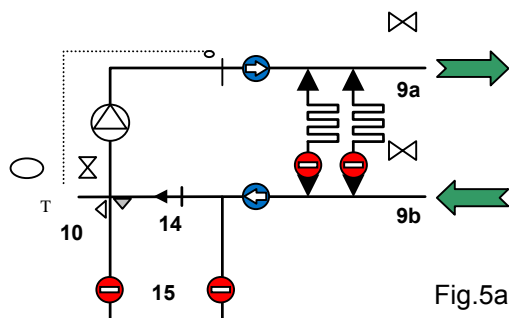

Fig. 5a
Remplissez ensuite le distributeur et le TempCo Floor Eco d'eau de chauffage selon la VDI 2035. Pour ce faire, vous devez raccorder le tuyau de remplissage (9b) et le tuyau de vidange à la conduite d'alimentation (9a) (Fig. 5a). Ouvrez les robinets (9a et 9b) et remplissez le distributeur et la station directrice jusqu'à ce que l'eau sorte de la conduite d'alimentation (9a). Refermez ensuite les deux robinets. En cas de températures froides de l'eau, l'élément de la sonde de la tête thermostatique (10) doit être retiré de l'enveloppe immergée ou on utilisera une vanne manuelle de protection au lieu de la tête thermostatique, de sorte que l'écoulement se fasse par le robinet à trois voies.